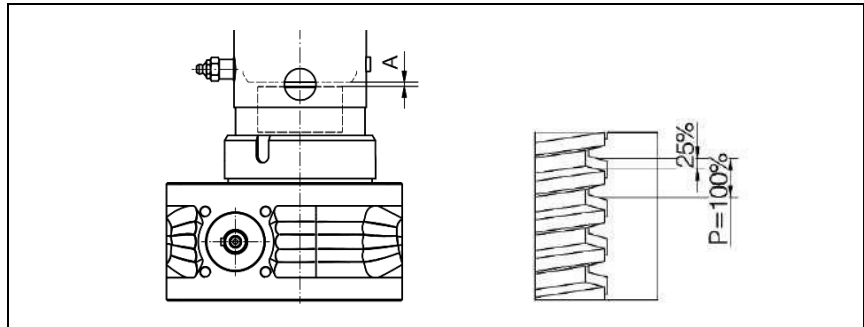

图 12: 安全限制螺母 SIFA:检查磨损度时用作比对的尺寸“*A*”
3. 如果安装了安全螺母 SIFA：按图12检查磨损情况(如下示意)。